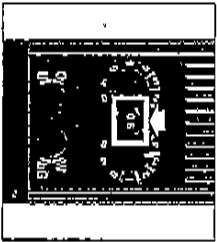

Bild 4
Mit dem 2. Drehschalter (8) wird der gewünschte Kanal eingestellt. Bild 4. Es funktioniert auf mechanisch einstellbarem, jedoch nicht zulässigen Kanal außerhalb der Kanäle 01 bis 02 wird technisch verhindert.